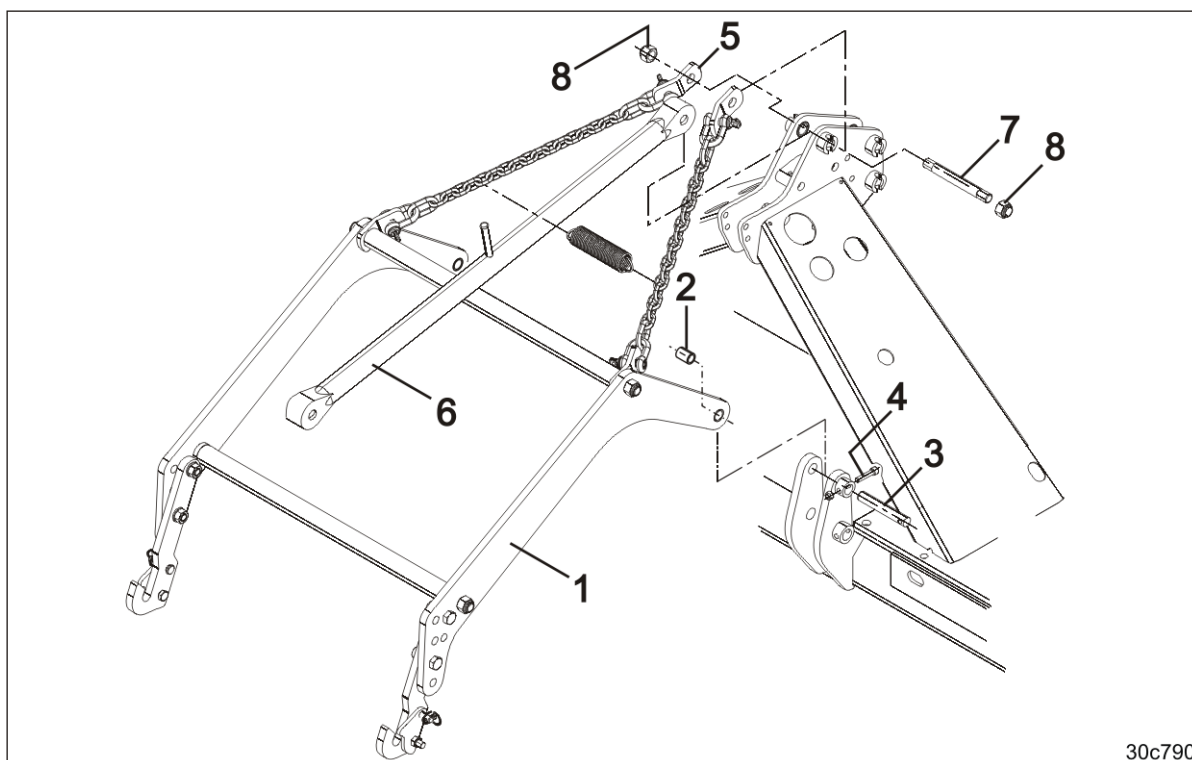

Рис. 85
1. Подвесьте соединительные кронштейны (Рис. 85/1) на кран.
2. Зафиксируйте соединительные кронштейны вместе с двумя распорными втулками (Рис. 85/2) на почвообрабатывающей машине с помощью двух пальцев (Рис. 85/3).
3. Зафиксируйте пальцы болтами (Рис. 85/4) и гайками.
4. Закрепите цепи (Рис. 85/5) вместе с верхней тягой (Рис. 85/6) на почвообрабатывающей машине с помощью пальца (Рис. 85/7).
5. Закрепите палец двумя контргайками (Рис. 85/8).